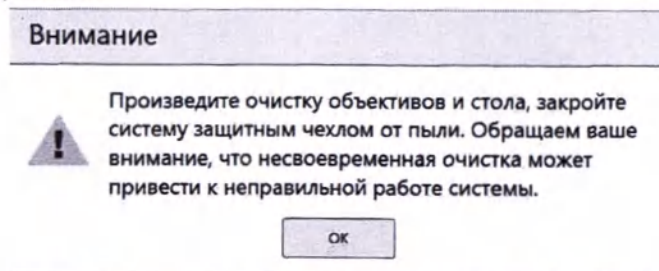

Рисунок 175 - Пример предупреждающего сообщения
- Предупреждающее (Рисунок 175);